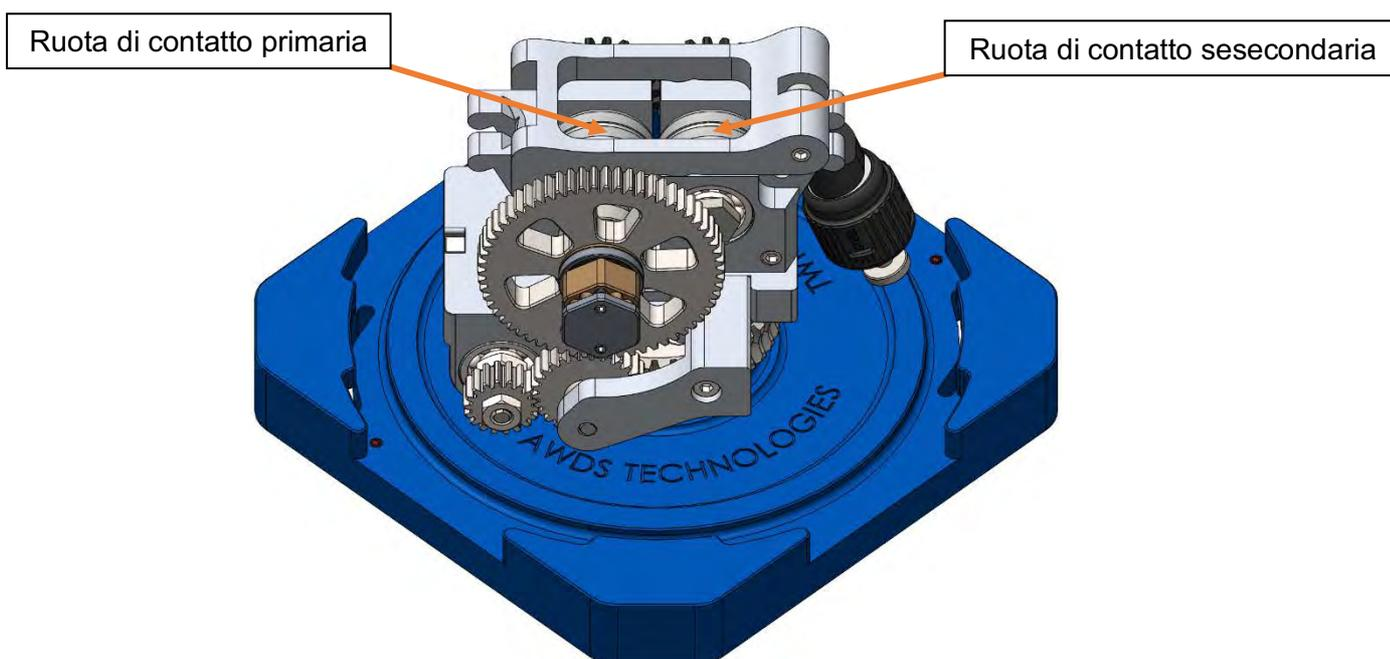

Figura 42
5. Estrarre longitudinalmente l'albero possibilmente lasciando il cuscinetto, il distanziale e la linguetta nelle apposite sedi. In caso contrario riposizionare gli elementi sull'albero come da figura. Una volta eseguita questa operazione togliere la ruota di contatto. Figura 42 e 43;